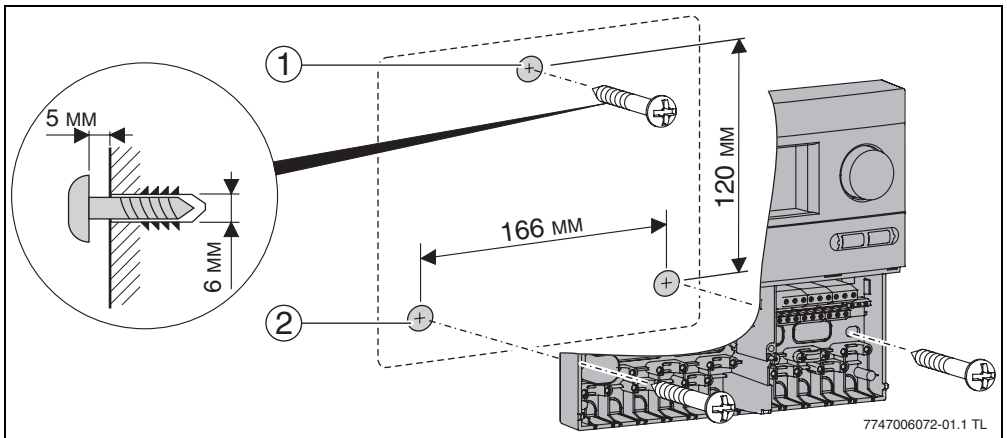

Рис. 3 Настенный монтаж регулятора
- ▶ Просверлите верхнее отверстие (→ рис. 3, поз. 1) и вверните прилагаемый винт так, чтобы его головка отступала от стены на 5 мм.
- ▶ Разметьте нижние крепежные отверстия (→ рис. 3, поз. 2), просверлите отверстия и вставьте дюбели.